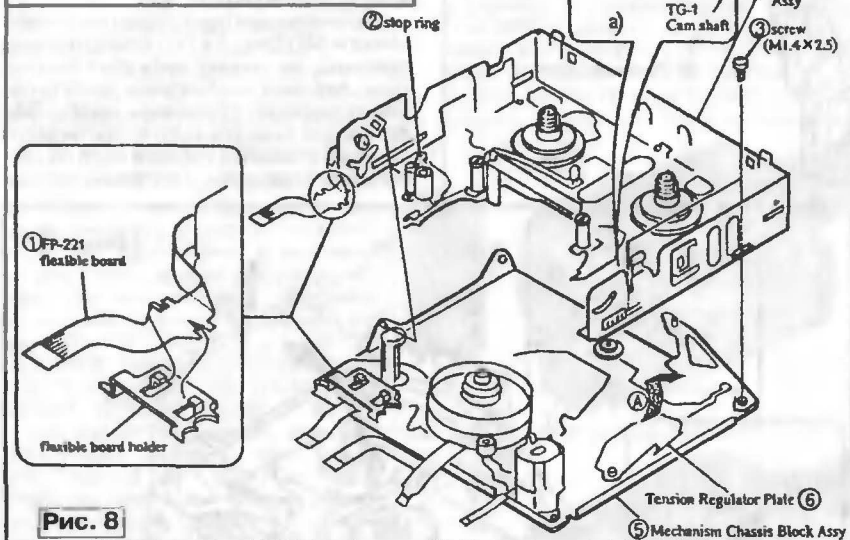

Рис. 8
Подвижное шасси LS демонтируют, руководствуясь позициями на рис. 8. Разборку начинают с отключения гибкого кабеля 1 (762) FP-221 от держателя (flexible board holder). Затем удаляют стопорную шайбу 2, винты 3 и вынимают подвижное шасси LS 4 (792) из шасси механизма 5. При установке шасси LS обратно необходимо вставить шип пластины регулятора натяжения 6 в прорезь на шасси, а ось узла эксцентрика TG-1 Cam shaft — в пластину регулятора натяжения 6, что возможно при нажатии стойки TG-1 Arm Assy в направлении стойки TG-2. В собранном виде рычаг эксцентрика TG-1 не должен свободно качаться.